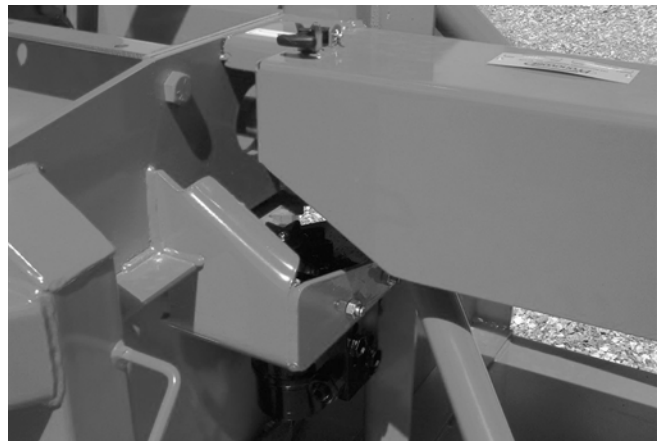

Figure 22
- 7) Refermer le protecteur (Fig. 22).